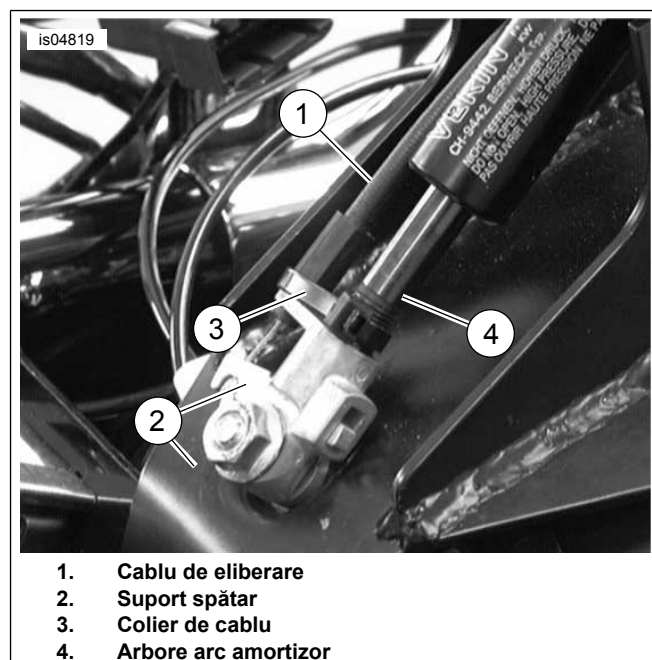

Figura 11. Atașarea cablului la suportul spătarului
19. Consultați Figura 11 . Atașați cablul de eliberare (1) la suportul de montare pentru spătar (2), după cum se arată.
20. Fixați cu grijă cablul la arborele arcului de gaz (4) cu curea de cablu furnizată (3). Nu strângeți prea mult curea de cablu.